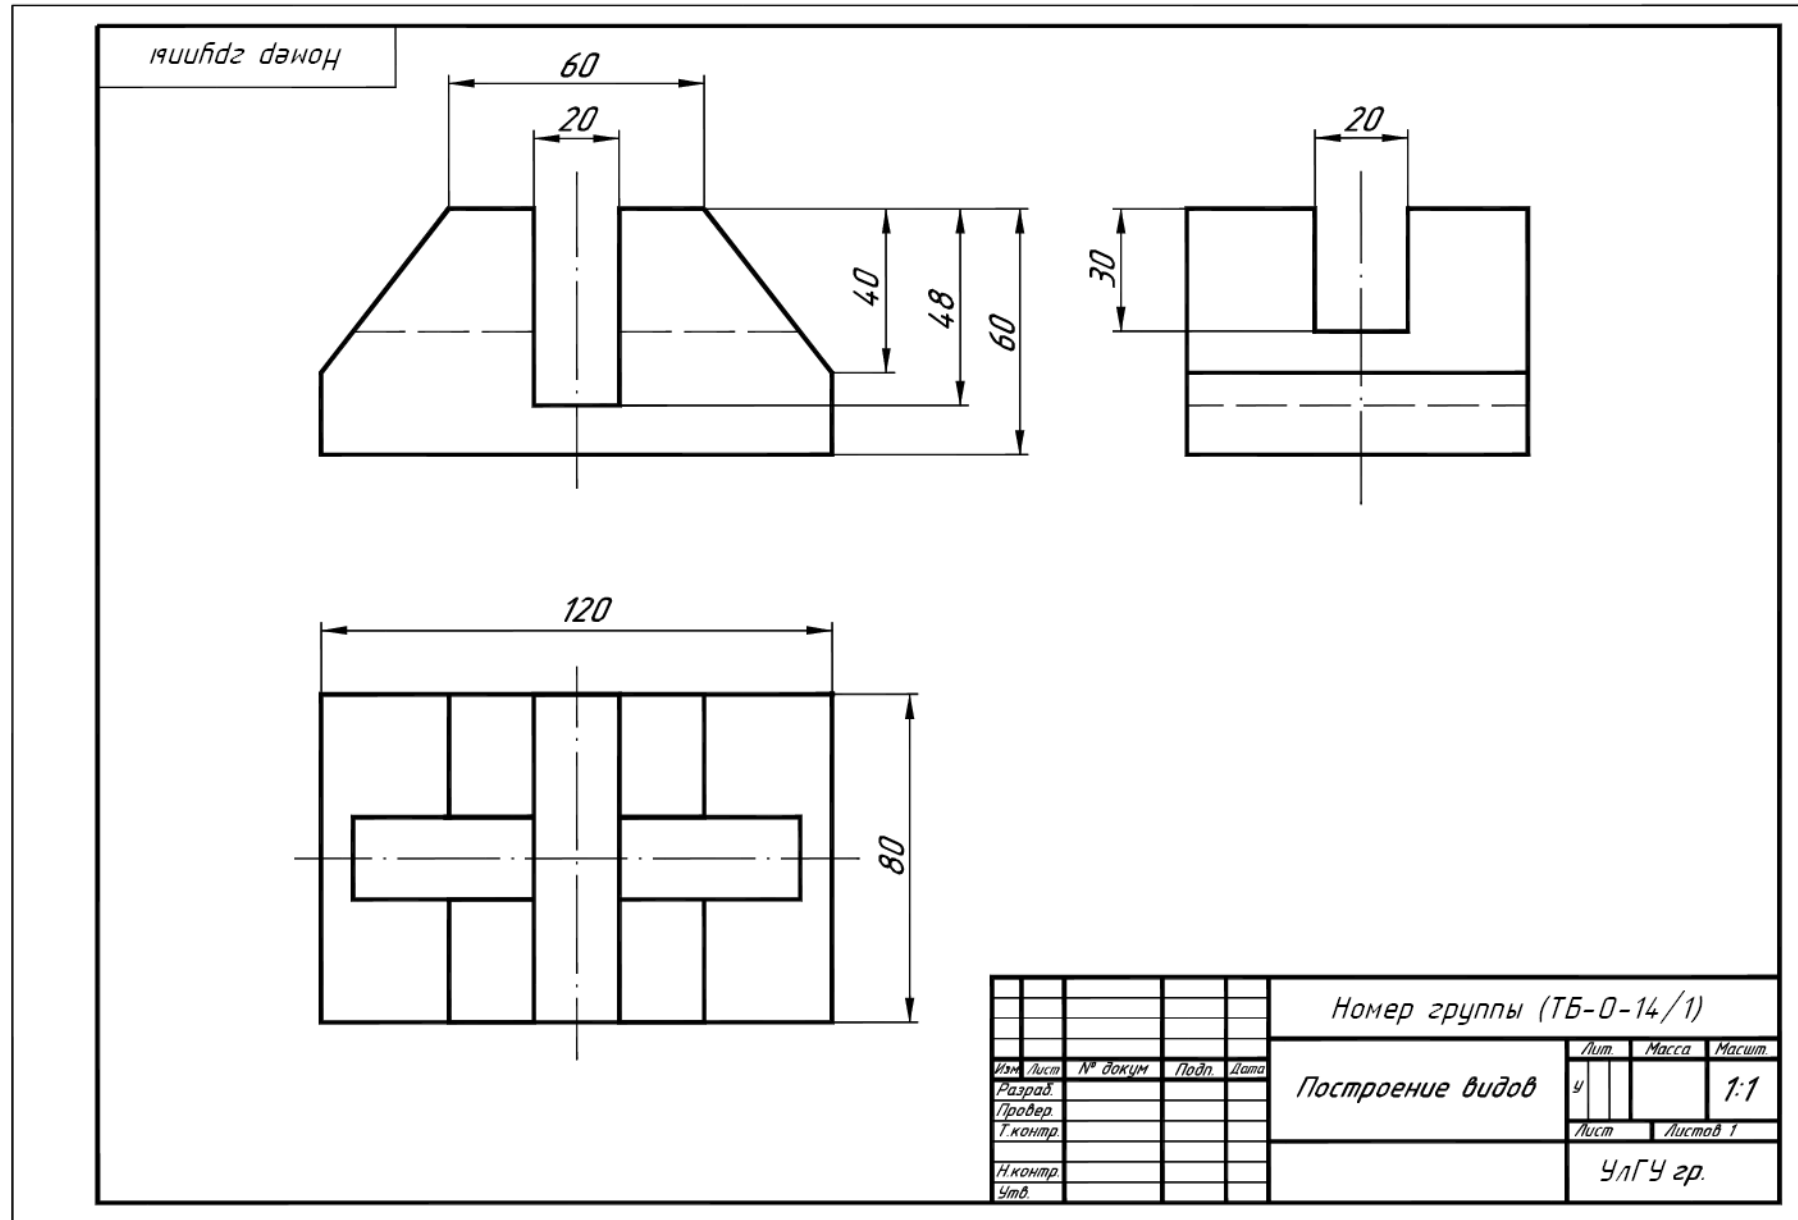

Рис. 1. Пример выполнения задания «Построение видов»
- 3.1. Выбрать положение детали для построения вида спереди (главного вида) *(см. пример выполнения задания – рис. 1)*.